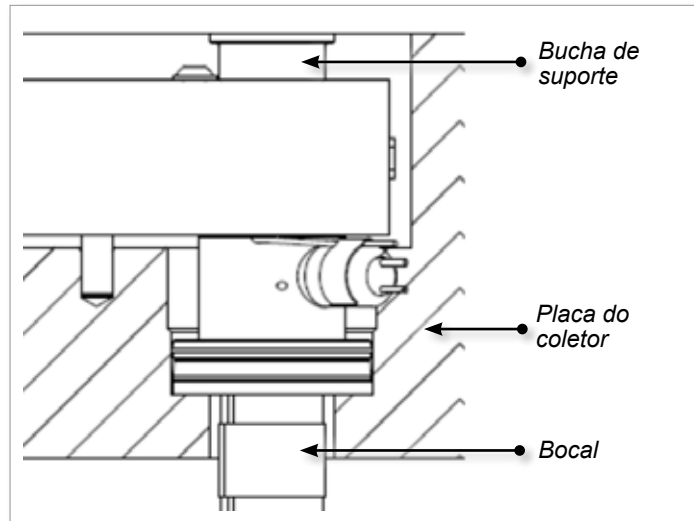

Figura 5-25 Bucha de suporte em sistemas MasterShield
- Use um pino-guia para instalar todas as buchas de suporte no coletor. Veja a Figura 5-25.